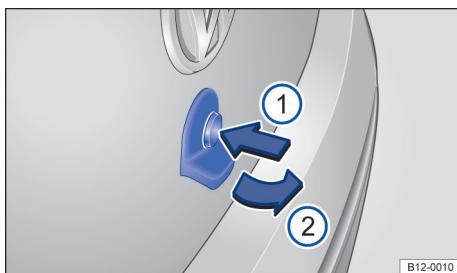

Fig. 54 Abrir a tampa traseira por fora.
- Pressionar o botão → Fig. 54 ① e levantar a tampa traseira pela alça ②.